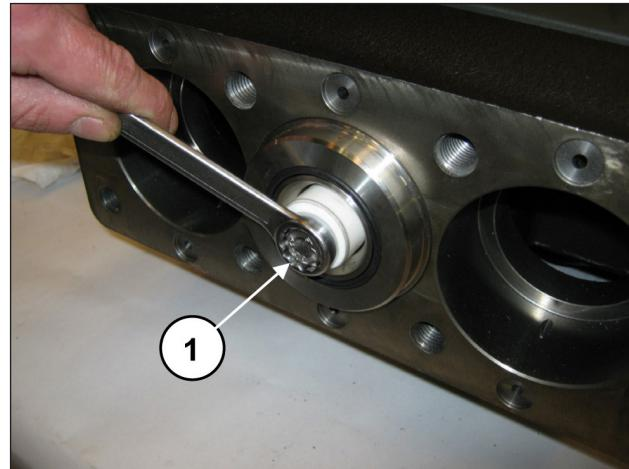

Fig. 168
Desmontar los pistones aflojando los tornillos de fijación (pos. ①, Fig. 168).